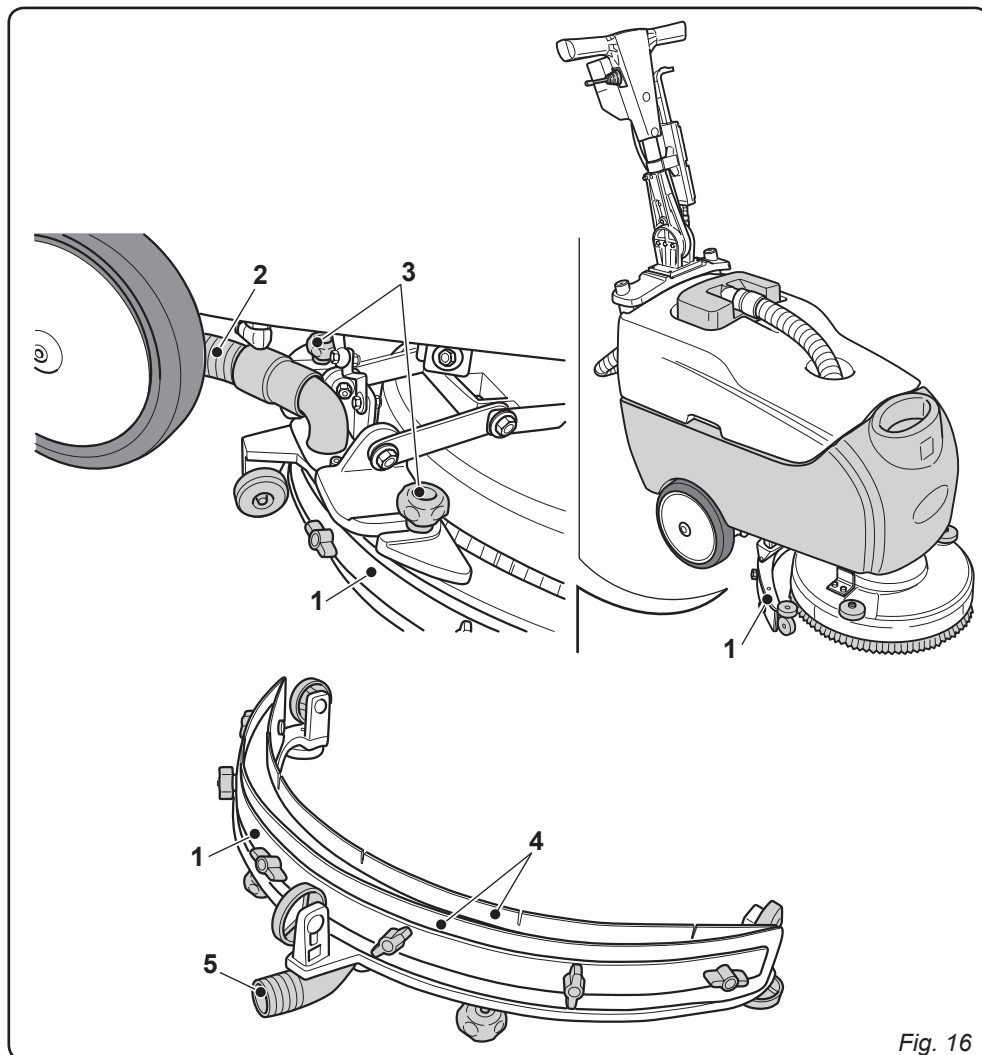

Fig. 16
11.1.c - Limpieza de la escobilla (Fig. 16)